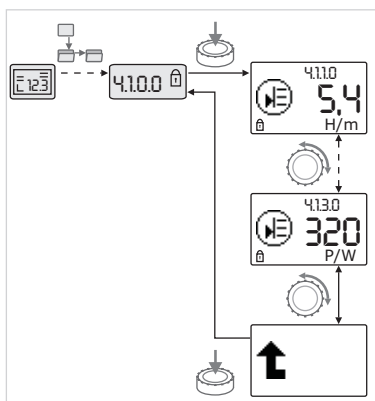

Fig. 42 : 调用信息
- 通过旋转操作按钮，可控制当前子菜单的“信息”类菜单元素（参见 Fig. 42）。对于用图标代表的设置的说明请参见章节 8.7 “基准菜单元素” 第 33 页 中的表格。